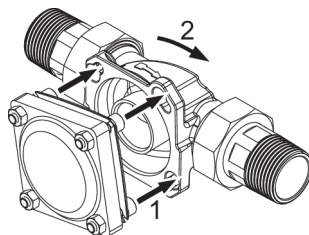
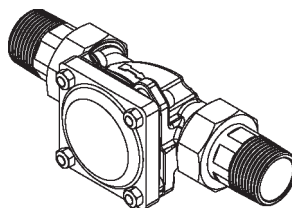

Abb. 12: Ansetzen und einrasten
Abb. 13: Anschluss eingerastet
1. Die Köpfe der vier Flanschschrauben des Wasserzählers durch die Bajonettbohrungen am Einbaudrehflansch stecken (siehe Abbildung 12).
2. Den Wasserzähler im Uhrzeigersinn bis zum Anschlag drehen (siehe Abbildung 12 und Abbildung 13).